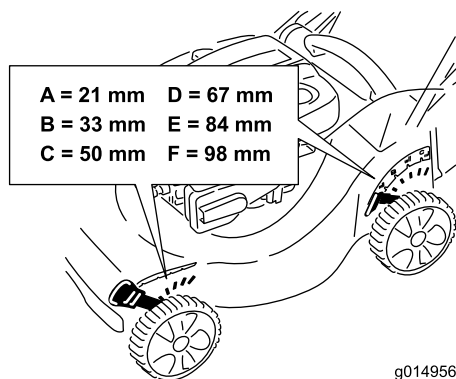

Figure 11
**Remarque:** Pour élever le plateau de coupe, déplacez les deux leviers de hauteur de coupe en avant ; pour abaisser le plateau, ramenez les leviers en arrière (Figure 11).